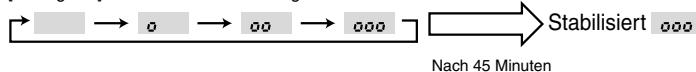

Fig. 8-3
③ Drücken Sie zur Bestätigung der Einstellung die **(FILTER)** -Taste. (Fig. 8-3)